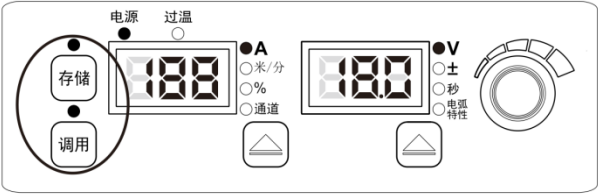

图 3-27 参数范围锁定焊接界面
5. 在参数范围锁定模式下，存储和调用 LED 指示灯一直闪烁，如图 3-27 所示，电流电压只能在锁定范围内进行调节。